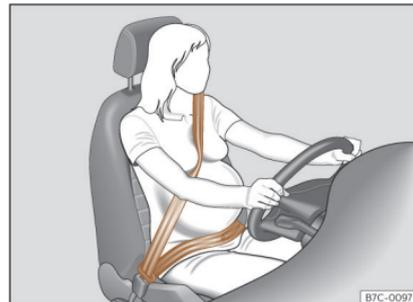

Fig. 22 Colocación de la banda del cinturón en el caso de mujeres embarazadas.
En el caso de **mujeres embarazadas**, el cinturón de seguridad debe pasar de forma uniforme sobre el pecho y lo más bajo posible por la zona pélvica con la banda plana para que no se presione el vientre; además, debe utilizarse durante todo el embarazo >>> **fig. 22**.
- En el caso de mujeres embarazadas, la banda abdominal del cinturón de seguridad debe pasar lo más bajo posible por delante de la zona pélvica, apoyado en plano y “rodeando” el vientre >>> **fig. 22**.